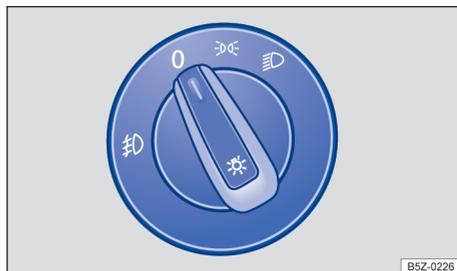

Fig. 67 No painel: interruptor das luzes.
Girar o interruptor rotativo das luzes → Fig. 67 para a posição desejada:
- Ligar o farol de neblina : o interruptor rotativo das luzes → Fig. 67 deve estar na posição  ou . Puxar o interruptor até o primeiro engate.